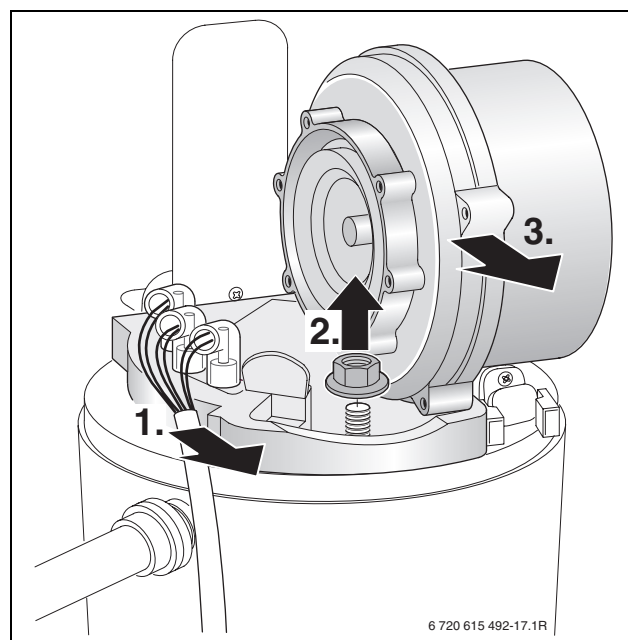

Fig. 53
- Retirar o cabo dos eléctrodos de ignição e monitorização, →fig. 53.